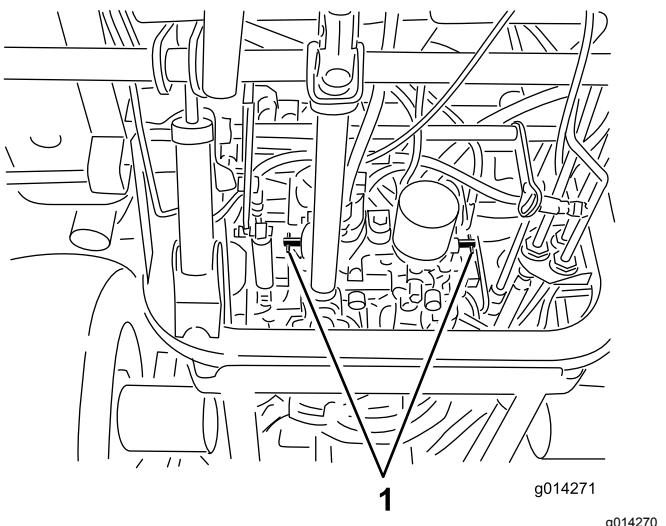

Figura 26
4. Girate ogni valvola di bypass di un giro in senso antiorario (Figura 26).
1. Girate ogni valvola di bypass di un giro in senso orario e serratela a mano (Figura 26).
2. Serrate le valvole a circa 8 N·m, come illustrato nella Figura 26.